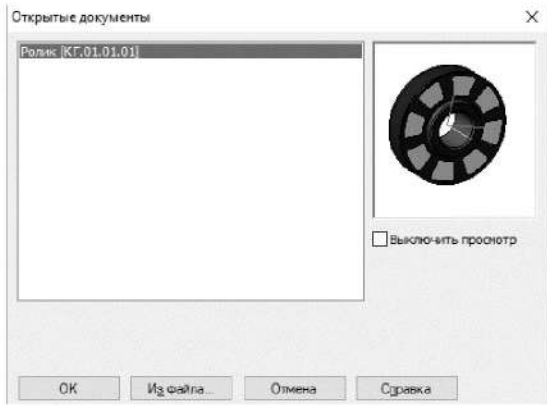

Рисунок 4.1. Выбор Сборочной единицы «Ролик»
1.1.3 Если окно сборочной единицы КГ.01.01.00. Ролик открыто, просто нажмите кнопку **ОК** (рисунок 4.1). Если окно сборочной единицы было закрыто, нажмите кнопку **Из файла** и укажите ее положение на диске.